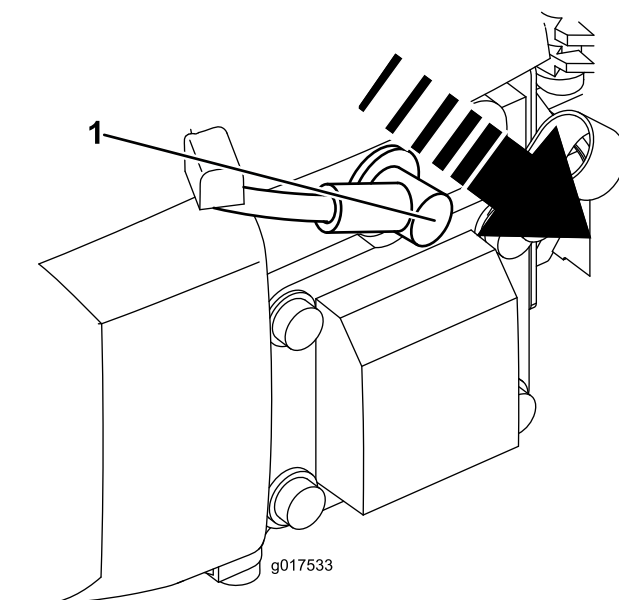

Рисунок 17
2. Прежде чем выполнять любые процедуры технического обслуживания, отсоедините провод от свечи зажигания. Рисунок 17